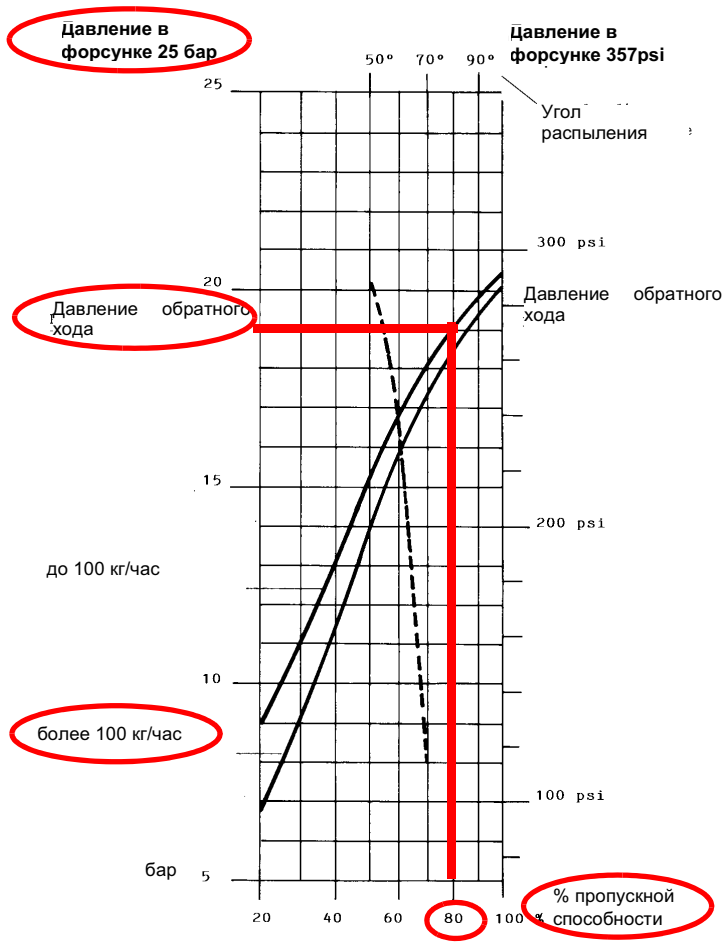
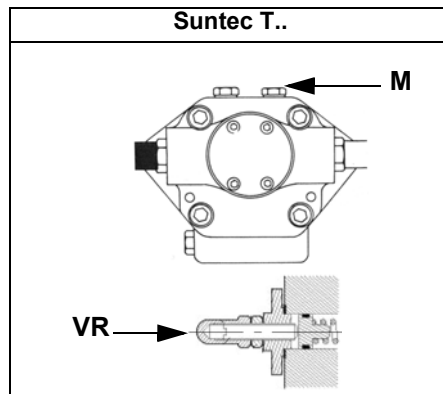
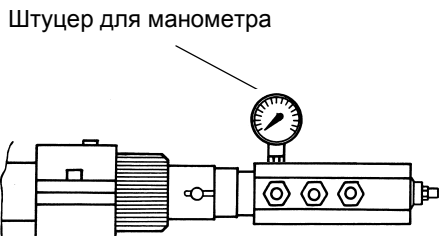

Рис. 21
Рис. 23
Рис. 24
Расход дизельного топлива регулируется за счет выбора форсунки (противопоточного типа), соответствующего мощности котла и типу применения размера, а также регулировки давления на прямом и обратном ходе жидкого топлива, согласно данных, указанных в таблице и на графике на Рис. 21 (для считывания давления - читайте последующие параграфы).
**Пример** : 80% номинального расхода на форсунке можно получить, если установлены форсунки с расходом более 100 кг/час, при давлении на обратном ходе примерно равном 18 бар (см. график на Рис. 21).
- 3 выпустить воздух со штуцера (**M**) манометра насоса (Рис. 23), расслабив слегка заглушку, но не снимая ее; затем отпустить контактор;
- 9 Давление питания форсунки уже отрегулировано заранее на заводе-изготовителе и не должно изменяться. Только в случае необходимости, отрегулировать давление питания (см. соответствующий параграф) следующим образом: установить манометр в положение, указанное на Рис. 24, воздействовать на регулировочный винт **VR** насоса (см. Рис. 23) до получения на форсунке давления в 25 бар (форсунки Fluidics или форсунки Vergonzo- см. графики на Рис. 21 -Рис. 22);
- 13 Сместить кулачок IV (малое пламя на мазутном топливе) в сторону минимальной мощности, с тем, чтобы сервопривод начал закрываться, до тех пор, пока два подшипничка не совместятся с регулировочным винтом, относящимся к самой низкой точке: закручивать винт **V2** для увеличения расхода, откручивать - для уменьшения, с целью получения значения давления, как на графике на Рис. 21-Рис. 22, на основании требуемого расхода.